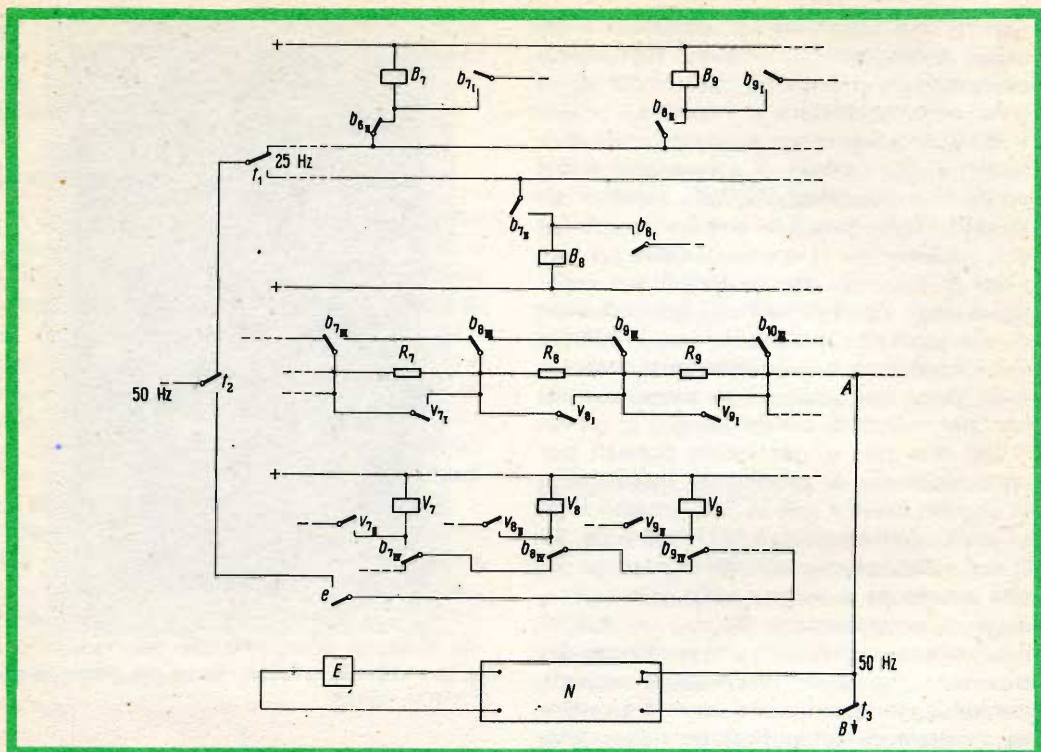

Fig. 3 - Principio dell'equilibramento dell'ohmmetro digitale (diagramma parziale illustrativo).
Per ottenere l'alto grado di sensibilità richiesto per uno strumento di questo genere, è stato elaborato un metodo speciale per l'equilibramento (fig. 3).
Dei due relè a gas inerte previsti per ogni resistenza di precisione, chiameremo in seguito l'uno « relè di rilevamento » (B) e l'altro « relè-memoria » (V) (vedere fig. 3). Questi relè vengono azionati per mezzo dei relè a cadenza e sempre nella prima semionda di un periodo a 50 Hz, un relè di rilevamento cortocircuita una resistenza del circuito a ponte. All'inizio della seconda semionda, sempre tramite un relè a cadenza, l'entrata dell'amplificatore viene collegata sulla diagonale del ponte, e nello stesso tempo viene inserita la tensione sui relè-memoria. In questo modo l'indicatore di zero può dare la sua risposta senza tema di errori durante una fase priva di impulsi.